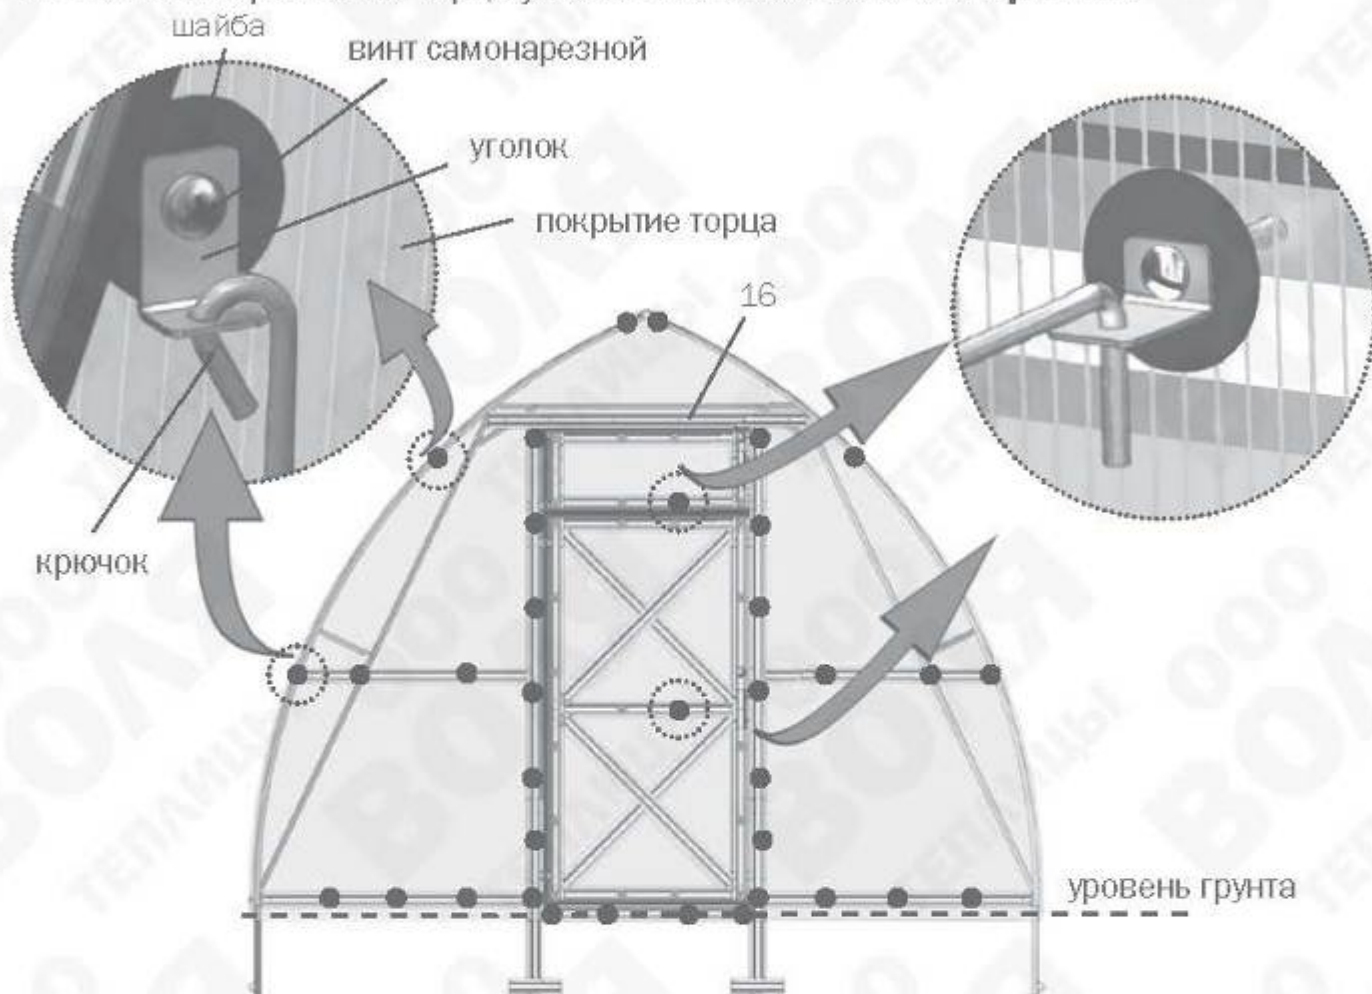

Рис.24
6. Установите накладку торцевую **16** на покрытие торца и закрепите ее на детали **5** через покрытие (рис.20 и рис.24). Под деталью **16** находится стык кусков покрытия торца.
8. Шайбы и крючки на торце установите в соответствии с **рис.24**.